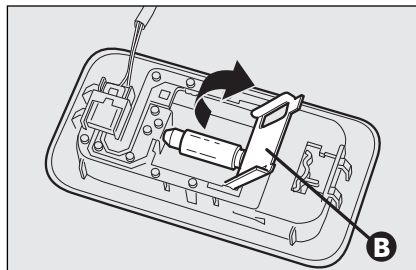

fig. 51
- open het beschermdeksel **B-fig. 51** en maak de lamp los uit de veercontacten aan de zijkant en vervang de lamp; controleer of de nieuwe lamp goed vastzit in de veercontacten;